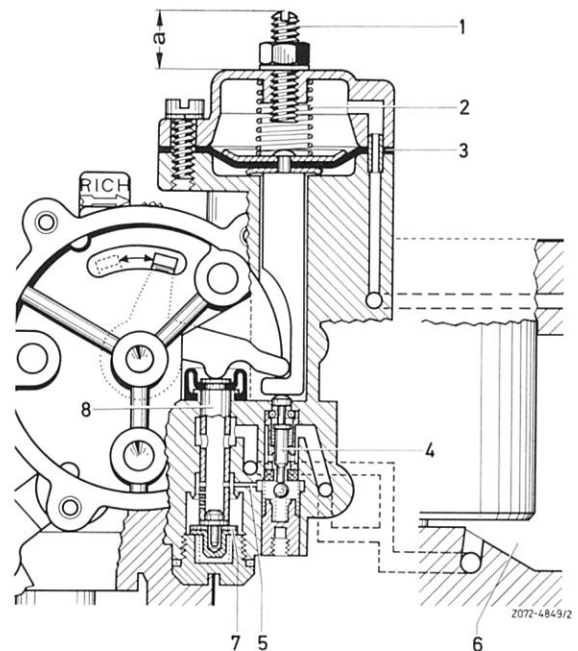

Bild 07–6/20
Ist der Abgaswert trotz Anhebung der Kaltstartdrehzahl noch zu hoch, muß mit der Einstellschraube (1) eingestellt werden (Bild 07–6/20).